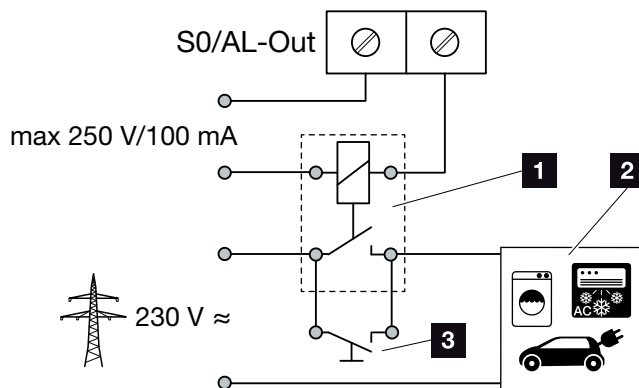

Bild 54: Elanslutning egenförbrukare
1. Anslut ett externt lastrelä korrekt till anslutningsklämsman S0/AL-Out.  **Bild 54**